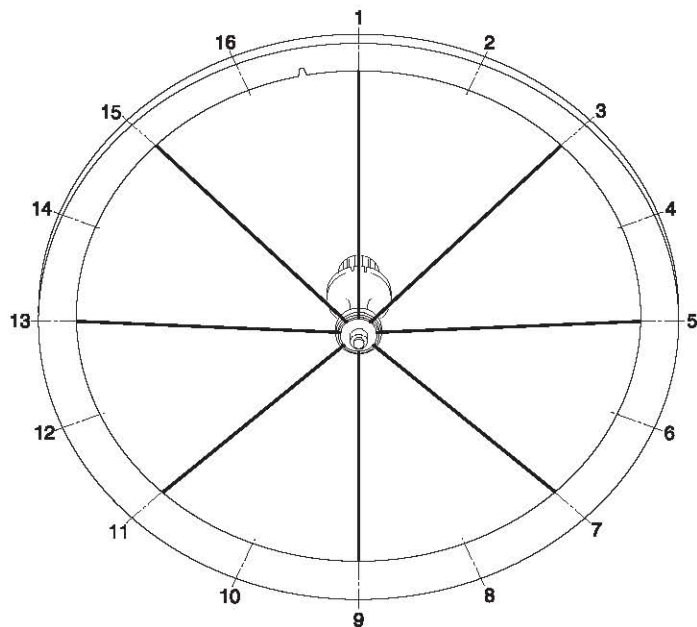

Fig. 51
- Procedete al montaggio dei raggi sul lato opposto al lato ruota libera, iniziando con il primo raggio sul primo foro a destra del foro valvola del cerchio (Fig. 51).
- Procédez au montage des rayons sur le côté opposé au côté roue libre, en commençant par le premier rayon sur le premier trou à droite du trou de la valve de la jante (Fig. 51).
- Then fit the spokes on the side opposite the freewheel side, starting with the spoke in the first hole to the right of the valve hole in the rim (Fig. 51).
- Montar ahora los radios en el lado contrario de la rueda libre, empezando con el primer radio en el primer agujero a la derecha del orificio de la válvula de la llanta (Fig. 51).
- Mit der Montage der Speichen auf die dem Freilaufkörper gegenüberliegenden Seite beginnen. Die erste Speiche in die erste Bohrung rechts von der Ventilbohrung der Felge einführen (Abb. 51).
- Bevestig de spaken aan de zijde tegenover de cassettebody, beginnend met de eerste spaak in het eerste gat rechts naast het ventielgat van de velg (Fig. 51).